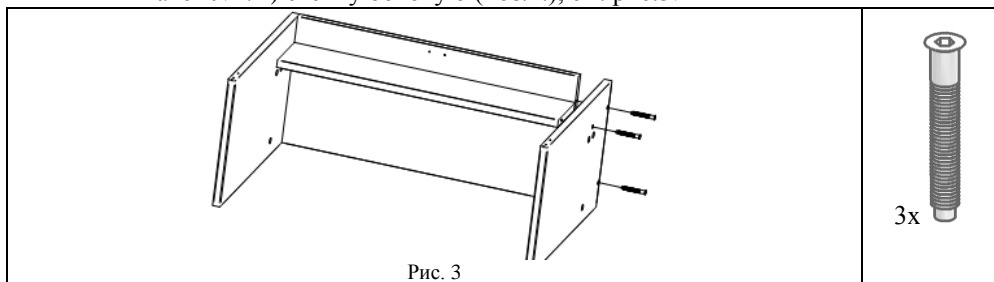

Рис. 3
4.1.3. К сборке по п. 4.1.2. прикрутить с помощью винтов конфирмат (поз. 1, пакет № 71) стенку боковую (поз.1.), см. рис.3.